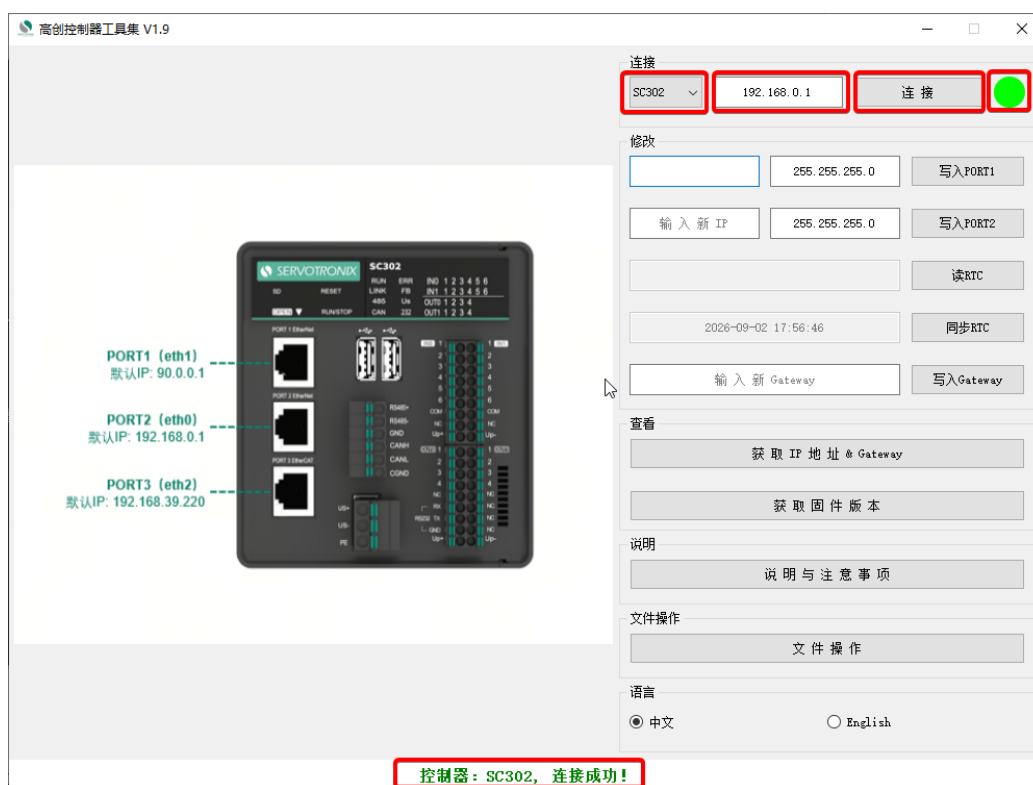

图 12-3 建立连接
(4) 与控制器建立连接。如下图 12-3，在软件界面的“连接”栏，从型号下拉框中选择控制器型号“SC302”，并在 IP 地址输入框正确填写当前所选的 SC302 PORT2 网口的 IP 地址（本范例中输入默认的 192.168.0.1），然后点击“连接”按钮。待连接成功之后，右侧圆形的连接状态指示灯会变为绿色，同时界面底部还会有文字提示：“控制器：SC302，连接成功！”。